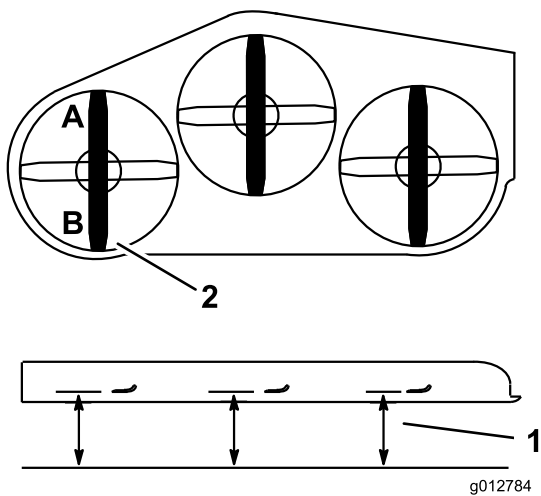

Figura 85
2. Mida la cuchilla izquierda en la posición A desde una superficie nivelada hasta el filo de corte de la punta de la cuchilla, y anote esta medida (Figura 85).
- Mida la cuchilla izquierda en la posición **B** desde una superficie nivelada hasta el filo de corte de la punta de la cuchilla, y anote esta medida (Figura 85).
- La cuchilla del cortacésped debe estar entre 6 y 10 mm más baja en la posición **A** que en la posición **B** (Figura 85). Si no es correcta la distancia, continúe con los pasos siguientes.